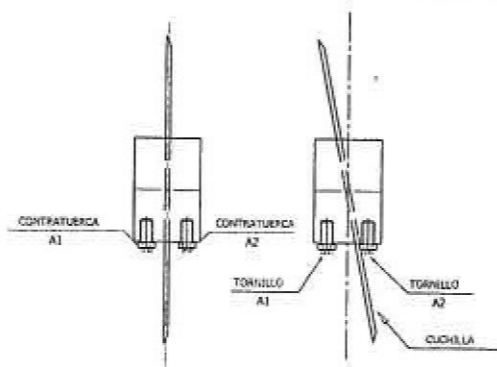

Fig. 12a
B) Aflojar las contratuercas A1 y A2 (Fig. 12a).